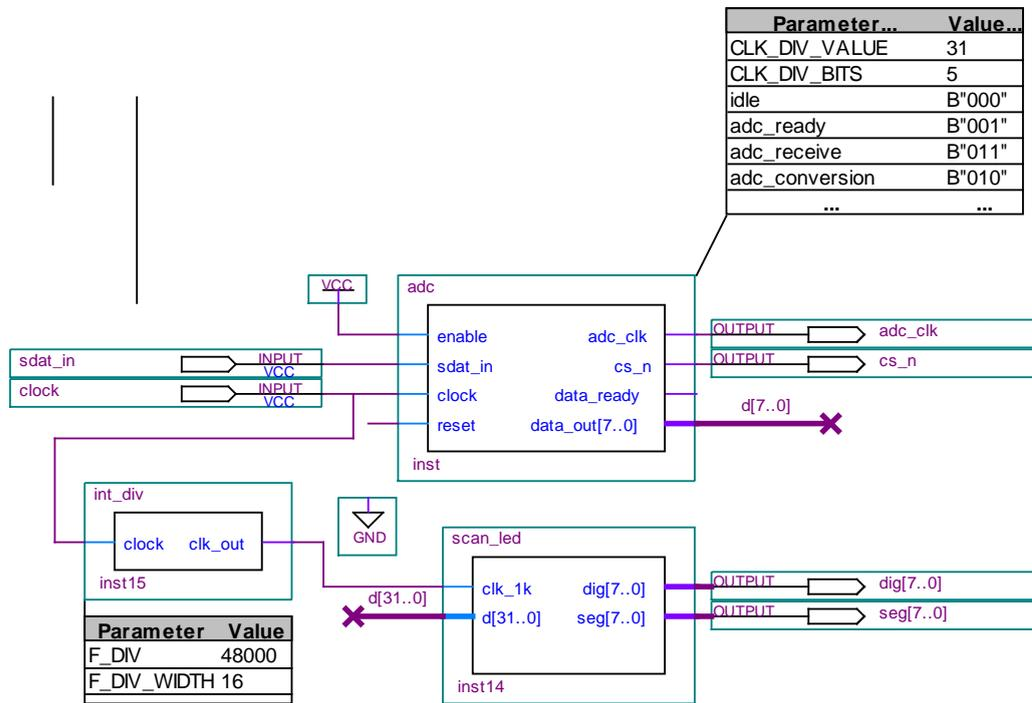

图6.2 TLC549采样控制顶层模块原理图
- 4、新建图形设计文件进行硬件测试，命名为tlc549adc.bdf并保存，如图6.2所示。